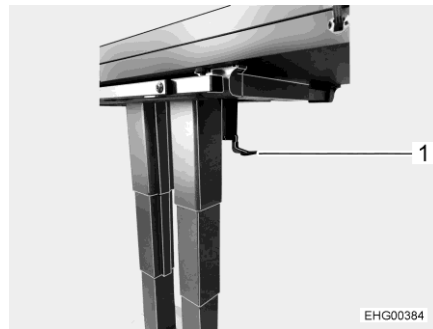

Bild 93 Bord, undersida
- För ned låsarmen (Bild 93,2).